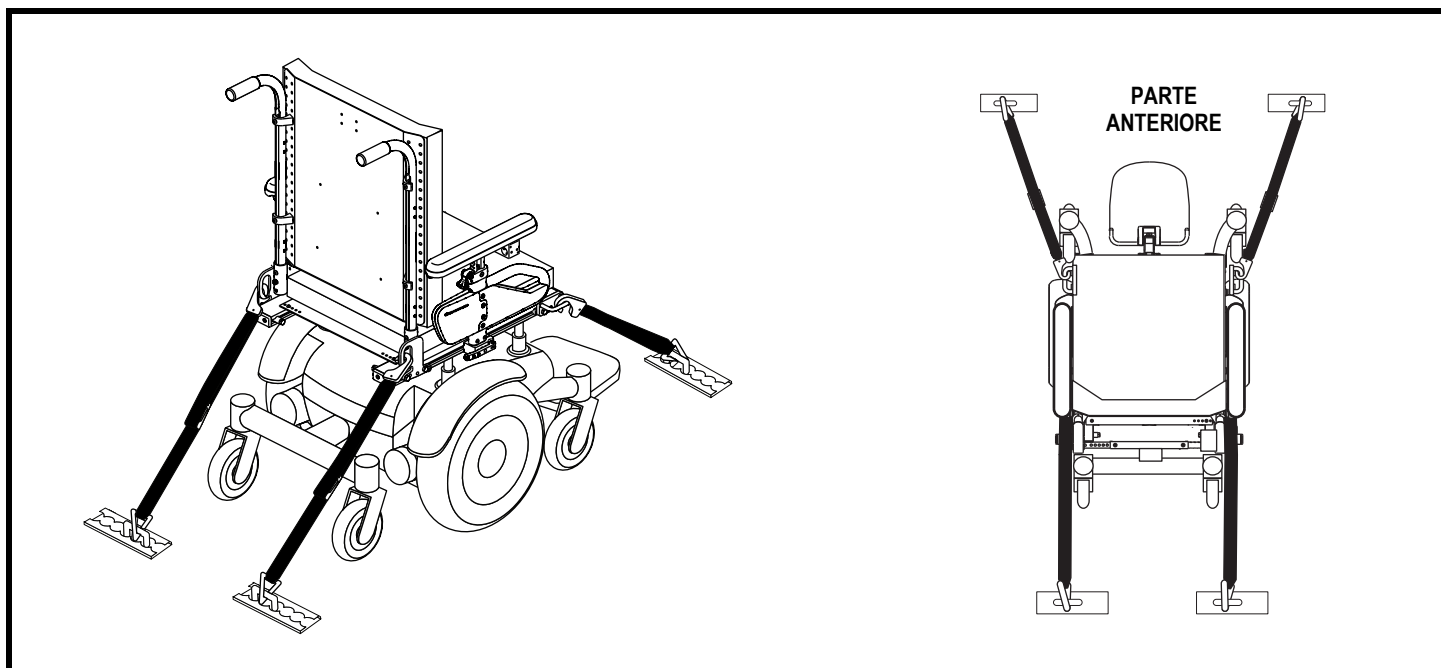

Figura 6. Punti di fissaggio del sistema senza passeggero
- Posizionare i punti di ancoraggio per le fascette posteriori dietro i punti di fissaggio posteriori della Carrozzina. Le fascette di fissaggio anteriori devono ancorarsi a punti del pavimento a distanza maggiore della larghezza della Carrozzina per fornire una maggiore stabilità laterale. **Vedere figura 6.**